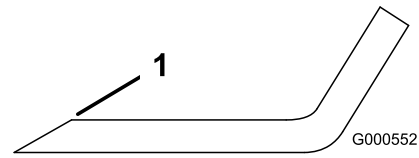
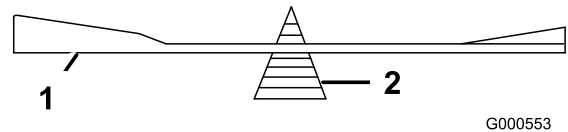

Bild 40
Bild 41
1. Schärfen Sie die Schnittkante an beiden Enden des Schnittmessers mit einer Feile (Bild 40). Behalten Sie den ursprünglichen Winkel bei. Das Schnittmesser behält seine Auswuchtung bei, wenn von beiden Schnittkanten die gleiche Materialmenge entfernt wird.
2. Überprüfen Sie die Auswuchtung des Schnittmessers auf einer Ausgleichsmaschine (Bild 41). Wenn das Schnittmesser in seiner horizontalen Position bleibt, ist es ausgewuchtet und kann wiederverwendet werden. Feilen Sie, wenn das Schnittmesser nicht ausgewuchtet ist, vom Flügelbereich des Messers etwas Metall ab (Bild 40). Wiederholen Sie diesen Vorgang, bis das Messer ausgewuchtet ist.